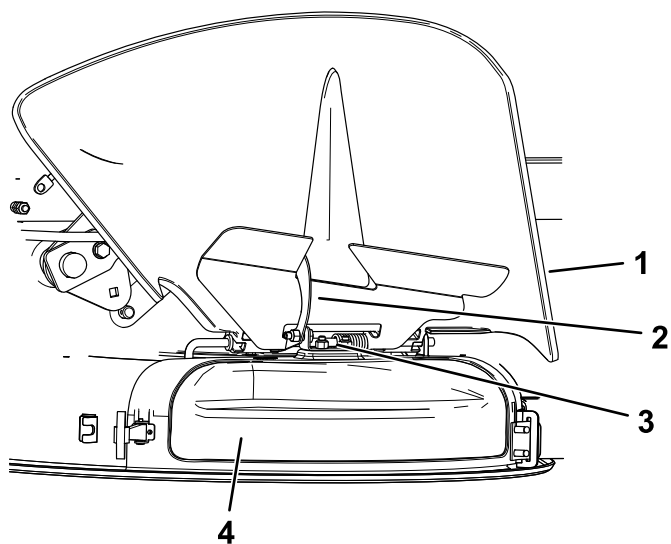

Figura 16
4. Eliberați elementul de fixare în formă de cârlig de la partea superioară a capacului de evacuare de la tija de pivotare (Figura 16).
5. La partea superioară a capacului de evacuare, cuplați elementul de fixare în formă de cârlig pe tija de pivotare a ansamblului deflector (Figura 16).